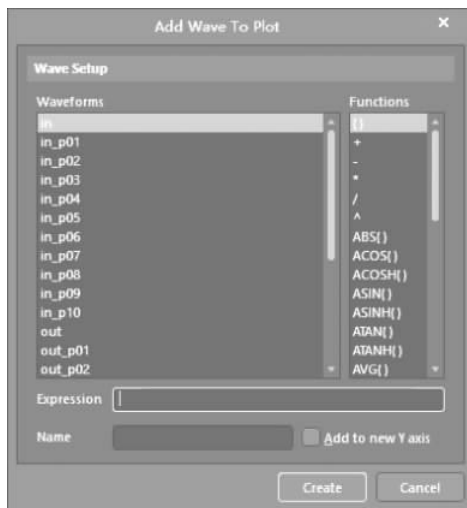

图 3-47 添加波形界面
- (1) 运行 Spice 仿真后,弹出消息对话框,关闭该对话框。
- (2) 自动打开 PCB_Project1. sdf 文件。在该文件下有两个标签。其中一个是在 Operating Point,另一个是 Transient Analysis。单击 Transient Analysis 标签。
(3) 如果没有波形出现,则在该文件的图形界面内单击鼠标右键,出现快捷菜单,选择 Add Wave To Plot。
(4) 出现如图 3-47 所示的选择添加波形对话框。依次选择 in,out,out_p01,out_p02,out_p03,out_p04,out_p05,out_p06,out_p07,out_p08,out_p09,out_p10,依次单击 Create 按钮,直到将所有波形添加到波形图界面中。